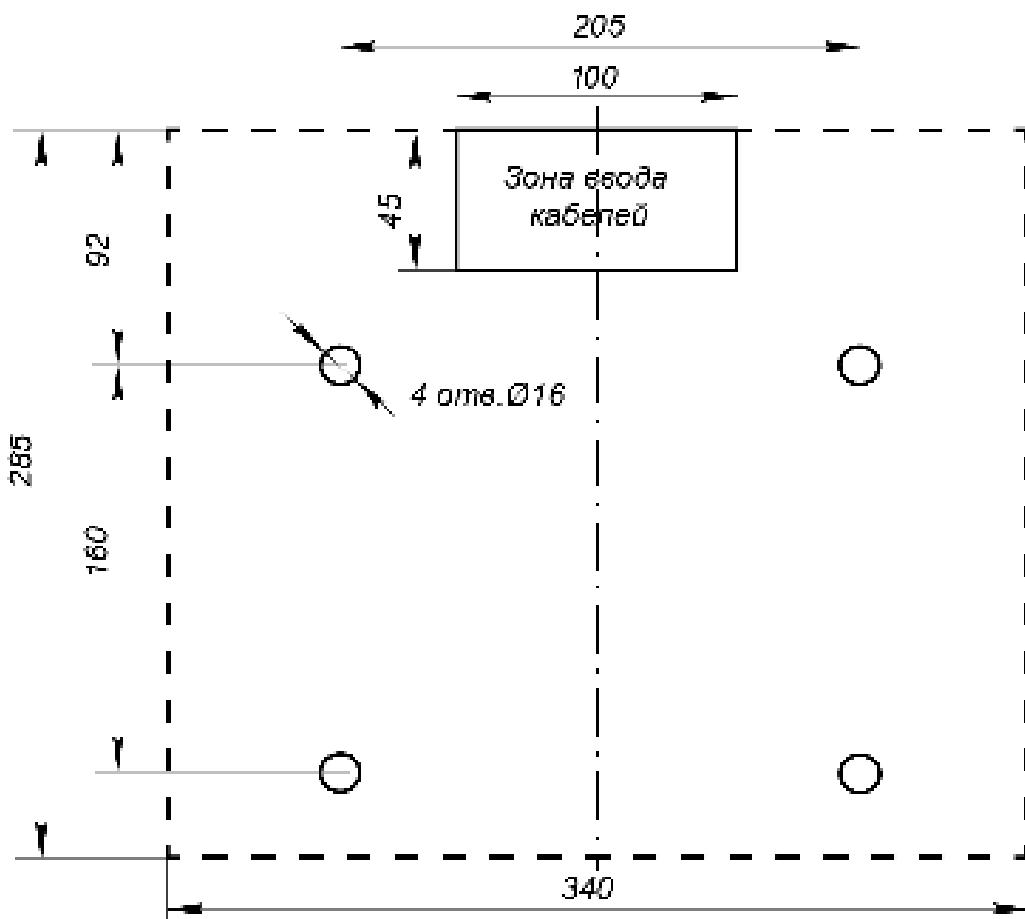
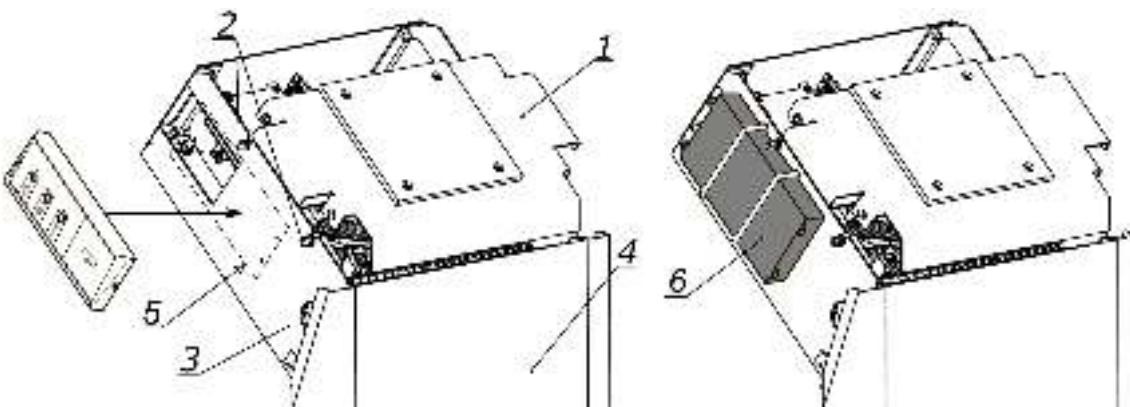

Рисунок 12. Разметка отверстий в полу под крепление стойки турникета (пунктиром показаны габариты основания)
Рисунок 13. Вид турникета без крышки, места установки считывателей
3. Произведите монтаж источник питания турникета (9) на отведенное для него место в соответствии с инструкцией в имеющейся на нем эксплуатационной документации.
4. При необходимости прокладки кабелей под поверхностью пола подготовьте в полу кабельный канал к зоне ввода кабелей в стойку турникета. Расположение зоны ввода кабелей указано на схеме рис. 12.
5. Установите гильзы анкеров (15) в выполненные в полу отверстия так, чтобы они не выступали над поверхностью пола.
6. Снимите крышку турникета (2). Порядок снятия крышки см. в разд. 6.
7. Снимите усиливающую пластину (1, рис. 13). Для этого предварительно ослабьте отверткой шлицевой четыре винта крепления пластины (2, рис. 13).
8. Снимите заднюю стенку турникета (4, рис. 13). Для этого смешайте ее вверх вдоль стойки турникета, до тех пор, пока она не выйдет из зацепления со стойкой. Задняя стенка снабжена двумя парами зацепов, расположеннымными в ее верхней и нижней частях.
12. Подключите кабель (14) ПДУ (устройства РУ или контроллера СКУД) к выносной клеммной колодке **XS1**.
14. Подключите кабель питания (11) от источника питания турникета к выносной клеммной колодке **XS1**.
16. При необходимости произведите установку считывателей карт доступа на предусмотренные для этого места на стойке (5, рис. 13).
3. Проверьте надежность крепления преграждающих планок (3) к маховику и при необходимости подтяните установочные винты крепления преграждающих планок (3).
5. Снимите крышку турникета (2) с блоками индикации согласно разд. 6.
6. Снимите усиливающую пластину (см. рис. 13). Для этого предварительно ослабьте отверткой шлицевой 4 винта крепления пластины.